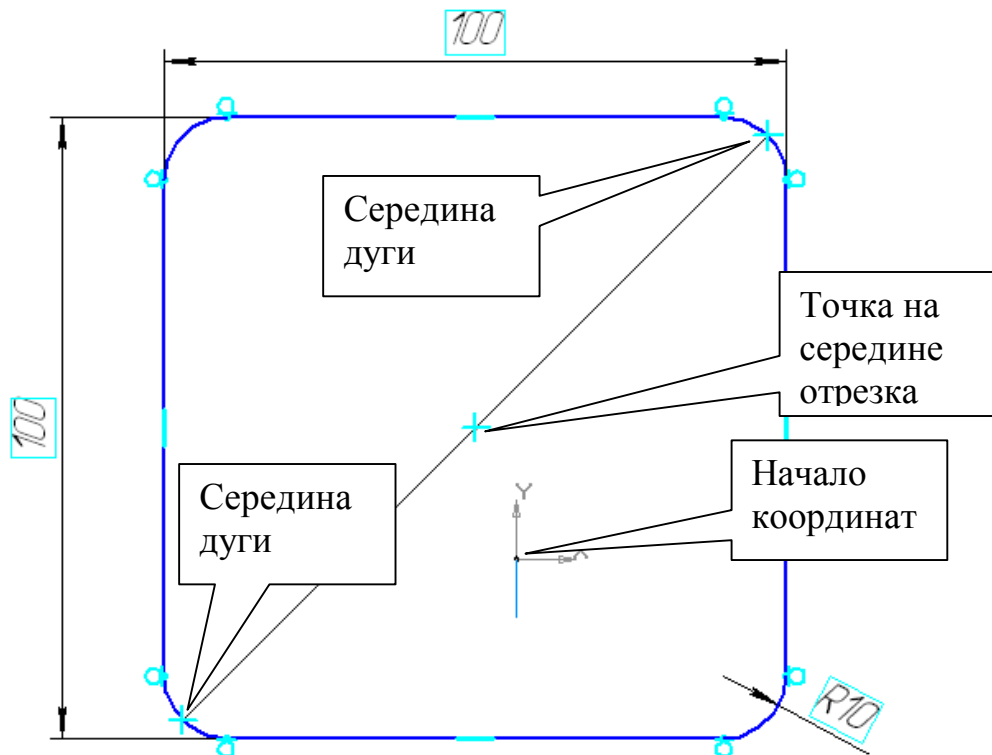

Рис. 16
- изобразите прямоугольник с произвольными размерами, центр которого не совпадает с началом координат, рис. 16,
- проставьте параметрические размеры (ширина и высота равны 100 мм, R10), рис.16,
- проведите командой **Отрезок**  стилем **Тонкая** прямую через середины скруглений, рис. 16,